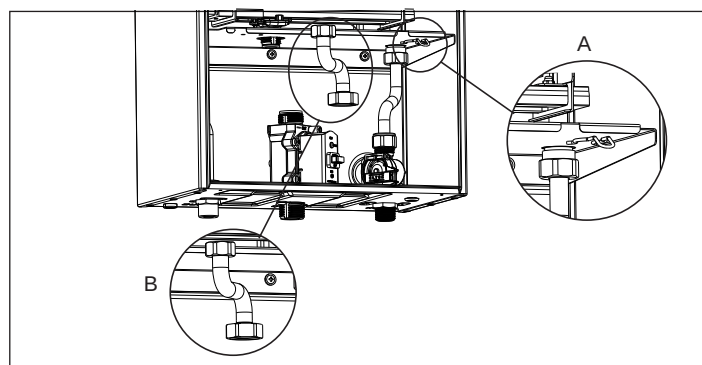

Fig. 15 - Desmontar componentes
- Tire del clip colocado en la rampa de agua fría (detalle A fig. 15)
- Desconecte la rampa gas (detalle B fig. 15)